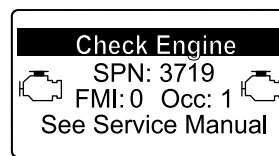

Рисунок 85
- Предупреждение о двигателе SPN 3719, FMI 0 (Рисунок 85)